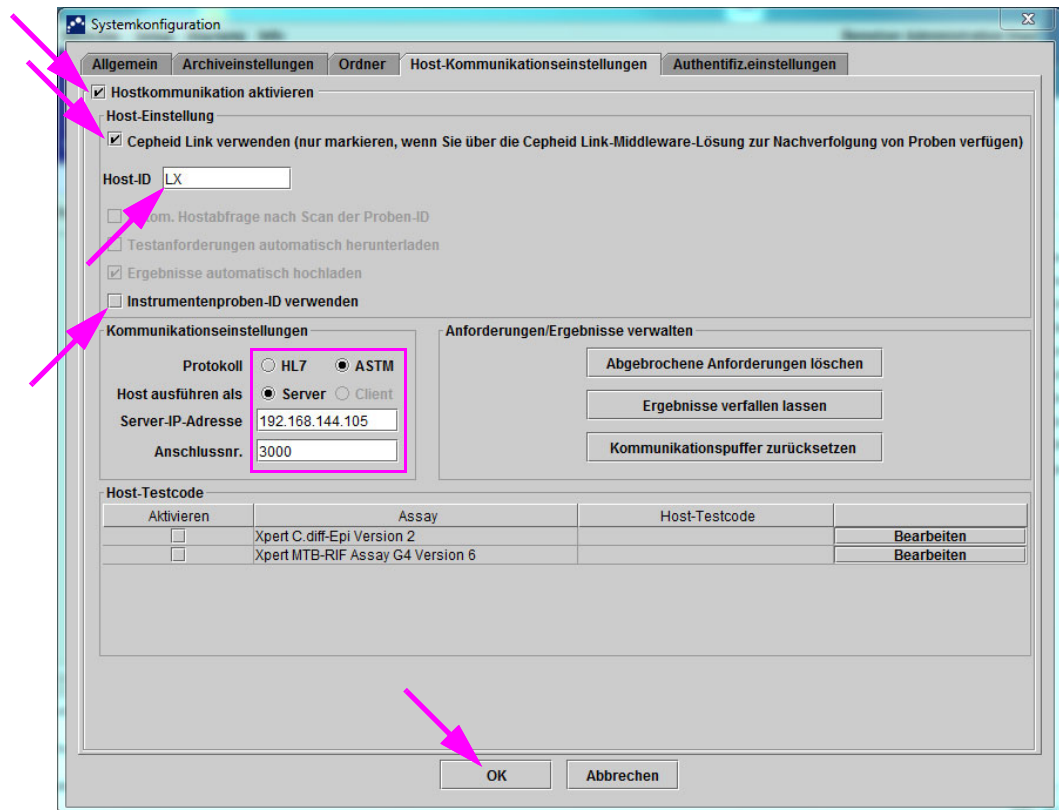

Abbildung 2-82. Für Cepheid Link konfigurierter Arbeitsbereich „Host-Kommunikationseinstellungen“
2. Wählen Sie die Schaltfläche **HOST-KOMMUNIKATIONSEINSTELLUNGEN** (vgl. Abbildung 2-82), um den Arbeitsbereich „Host-Kommunikationseinstellungen“ aufzurufen. Vgl. Abbildung 2-82.
3. Markieren Sie zur Aktivierung der Host-Kommunikation das Kontrollkästchen **Hostkommunikation aktivieren** oben links im Arbeitsbereich (vgl. Abbildung 2-82). Dadurch können andere Optionen im Arbeitsbereich „Host Communication Settings“ (Host-Kommunikationseinstellungen) ausgewählt werden.
- Wählen Sie das Kästchen **Cepheid Link verwenden**, um die Host-Kommunikation für Cepheid Link einzurichten. Sobald das Kästchen **Cepheid Link verwenden** markiert wird, wird die Konfiguration zum größten Teil automatisch eingerichtet. Vgl. Abbildung 2-82.
8. Wenn Sie die Host-Kommunikation für den Cepheid Link-Server eingerichtet haben, betätigen Sie die Schaltfläche **OK**. Vgl. Abbildung 2-82.